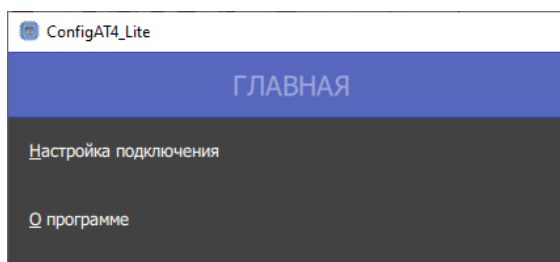

Рисунок 5.3 – Главное меню программы
- 2) В левой части окна откроется панель меню (см. рисунок 5.3). Выберите пункт «Настройка подключения».